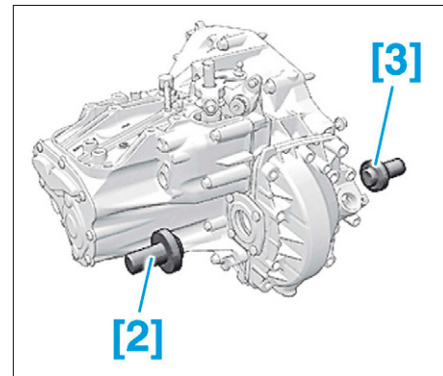

FIG. 5
- Remplacer systématiquement les joints à lèvres en utilisant les outils [2] et [3] (Fig.5).